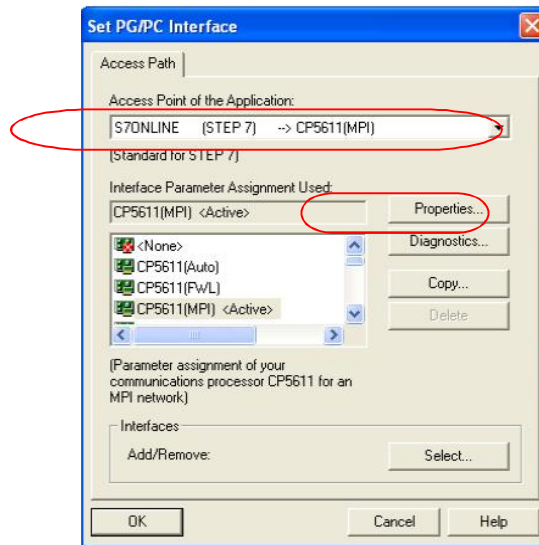

图 2.1.8
2. 在 Access Point of the Application (应用程序访问点) 的下拉列表选择 S7ONLINE (STEP 7)，在 Interface Parameters Assignment Used 中选择 CP5611 (MPI)。点击右侧的 Properties 按钮，如图 2.1.8 所示。